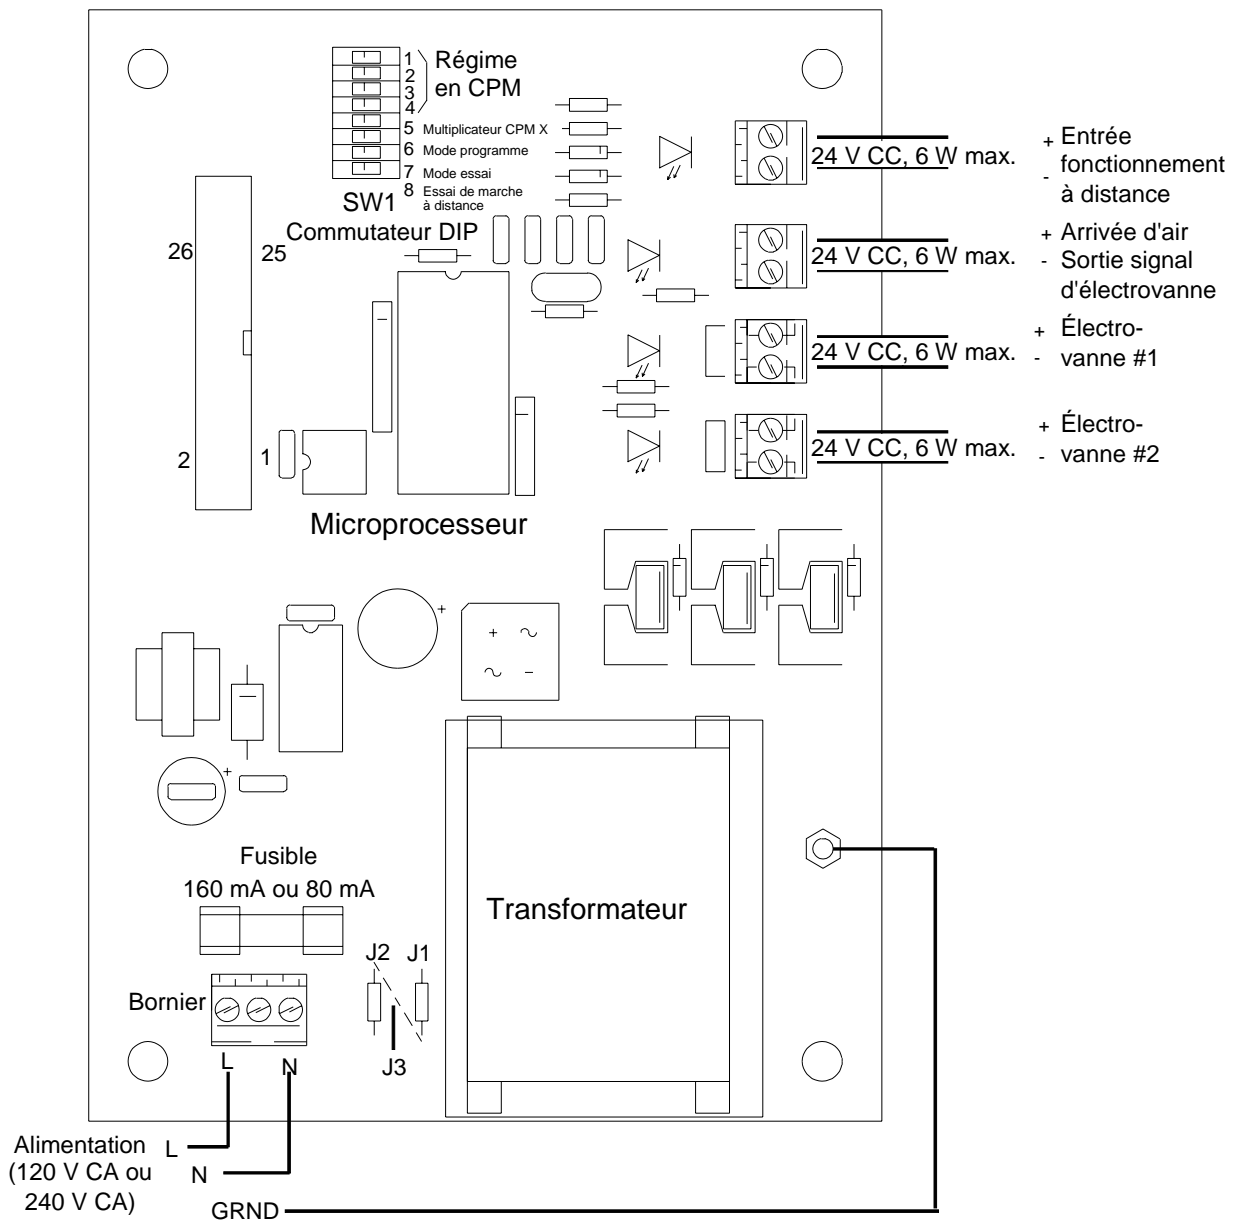

Fig. 2 – Connexions électriques
CycleFlo fonctionne avec du 120/240 V CA, 50/60 Hz. L'alimentation est protégée par un fusible de 160 mA en 120 volts et de 80 mA en 240 volts (voir Fig. 2).
Brancher le cordon d'alimentation sur l'appareil comme décrit. Toujours confier les branchements électriques à un électricien qualifié. Brancher la ligne (L) et le neutre (N) sur le bornier comme indiqué à la Fig. 2. Le fil de terre (GRND) doit être fixé sur le plot #10-32. Une borne à sertir est fixée sur le plot de terre. Retirer la borne et la fixer sur le fil de terre. Remettre la borne en place sur le plot et serrer à l'aide de l'écrou à rondelle dentée fournie.
**Branchements d'alimentation électrique:** brancher la ligne, le neutre et la terre comme indiqué sur la Fig. 2. Le fil de terre doit être fixé sur la borne à l'aide de l'écrou prévu à cet effet.